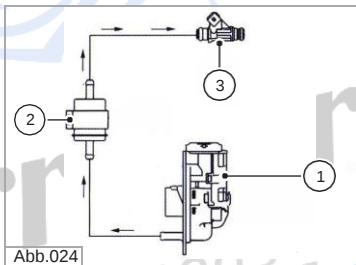

Abb.024
Der Kraftstoff aus der Pumpe (1) (siehe Abb. 024) fließt zum Filter (2) und zur Einspritzdüse (3). Dann führt der Injektor den Kraftstoff in den Motor (Brennraum) ein.